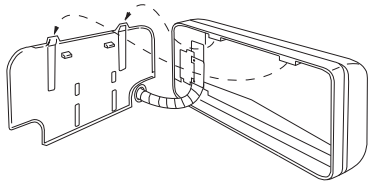

Abb. 3-48
- (2) Zum Befestigen der Inneneinheit an der Rückwand: Die Einheit an den zwei Schlitzten in die oberen Ansätze der Rückwand einhängen. (Abb. 3-48)